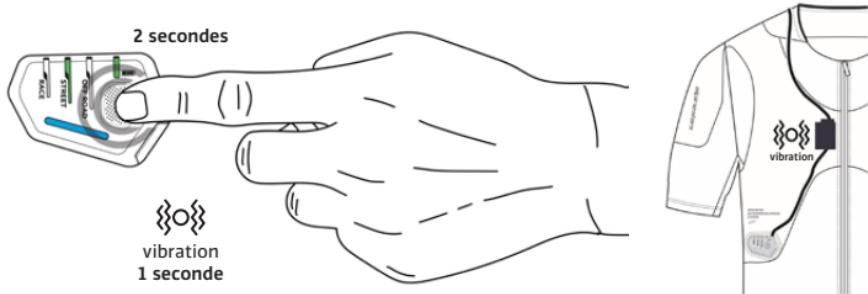

Figure 10 : Appuyez sur le bouton d'affichage (3a) pendant 2 secondes pour changer de mode de conduite.
Comme indiqué précédemment, le système offre trois modes de conduite possibles : Mode route (Street Mode), Mode course (Race Mode) et Mode tout-terrain (Off-Road Mode). Une fois le système correctement allumé, l'utilisateur peut facilement passer d'un mode de conduite à l'autre en appuyant sur le bouton d'affichage (3a) pendant 2 secondes (Figure 10). Une LED VERTE SOLIDE apparaît sur la LED du mode de conduite (3c), indiquant le mode de conduite en cours sur le système. Une courte vibration d'environ (~1 seconde) est également ressentie à proximité du zip d'activation (2) indiquant le changement de mode de conduite.